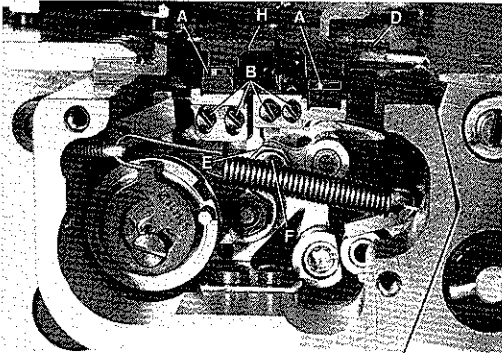
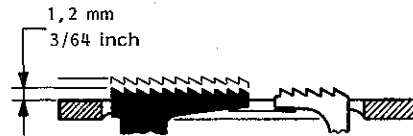
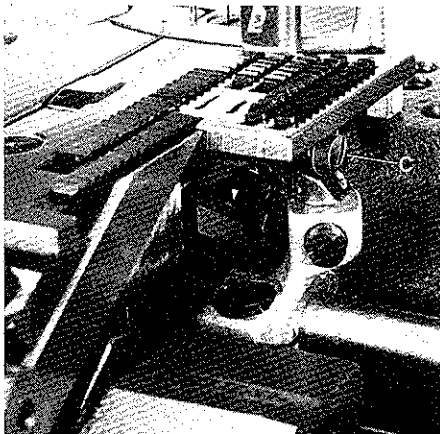

Fig.29
Fig.30
Fig.31
Assemble the two-piece main feed dog (H, Fig.29) and the differential feed dog (D, Fig.29), tighten fastening screws (A, Fig.29) slightly. Insert the throat plate support with throat plate on the cylinder arm and center the feed dogs across-the-line-of-feed in the throat plate slots to have equal clearance on all sides. Now tighten screws (A) firmly.
Turn pulley until the feed dogs are at their highest point of travel. In this position, the left part of the main feed dog and the differential feed dog should be set to rise approximately 1,2 mm (3/64 inch) above throat plate (see Fig.30).
For setting loosen screws (B, Fig.29) and position the feed dog holders with the feed dogs to the correct height. Tighten screws (B).
Depending on thickness of fabric to be sewn, the right part of the main feed dog can be raised slightly for compensation if required, to obtain a uniform and even feeding of lace or elastic (see Fig.30). The correct height has to be determined by sewing tests. After loosening screw (C, Fig.31) the right part of the main feed dog can be set accordingly. Retighten screw (C). In-line-of-feed the differential feed dog can be set to the front or to the rear to clear equally between the main feed dog and the front end of throat plate slot. For adjustment loosen screw (F, Fig.29) and rotate eccentric (E) in operating direction until the correct setting is obtained. Retighten screw (F).
Montieren Sie den zweiteiligen Haupttransporteur (H, Fig.29) und den Differentialtransporteur (D, Fig.29), ziehen Sie die Befestigungsschrauben (A, Fig.29) nur leicht an. Stecken Sie den Stichplattenträger mit Stichplatte auf den Zylinderarm und vermitteln Sie die Transporteure seitlich in den Stichplattenschlitzen so, daß sie an allen Stellen freigehen. Ziehen Sie die Schrauben (A) danach gut an.
Drehen Sie am Handrad bis die Transporteure in der höchsten Stellung sind. In dieser Stellung soll der linke Teil des Haupttransporteurs und der Differentialtransporteur etwa 1,2 mm über die Stichplattenoberfläche ragen (siehe Fig.30).
Zur Einstellung lösen Sie die Schrauben (B, Fig.29) und schieben die Transporteurhalter mit den Transporteuren auf die gewünschte Höhe. Ziehen Sie die Schrauben (B) an. Abhängig von der Dicke des Nähgutes kann zum Ausgleich der rechte Teil des Haupttransporteurs bei Bedarf etwas höher gestellt werden, so daß Spitze oder Gummiband sauber und glatt transportiert wird (siehe Fig.30). Die richtige Höhe wird durch Nähversuche ermittelt. Nach Lösen der Schraube (C, Fig.31) läßt sich der rechte Teil des Haupttransporteurs entsprechend einstellen. Ziehen Sie die Schraube (C, Fig.31) wieder an.
In Nährichtung kann der Differentialtransporteur entsprechend vor- oder zurückgestellt werden, damit er zwischen dem Haupttransporteur und dem vorderen Schlitzende der Stichplatte gleichmäßig freigeht. Zur Einstellung lösen Sie die Schraube (F, Fig.29) und drehen den Exzenter (E) in Nährichtung, bis die richtige Einstellung erreicht ist. Ziehen Sie die Schraube (F) wieder an.